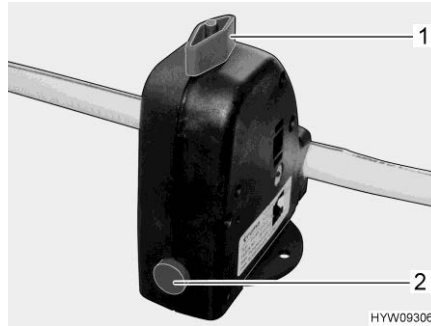

Bild 221 Säkerhets-/avtappningsventil (varmvattenberedare)
Varmvattenberedaren är utrustad med en säkerhets-/avtappningsventil (Bild 221). Säkerhets-/avtappningsventilen gör så att vattnet i varmvattenberedaren inte kallnar när det är frost och värmen inte är påslagen.
- Stäng säkerhets-/avtappningsventilen. Ställ vredet (Bild 221,1) diagonalt mot säkerhets-/avtappningsventilen och tryck in tryckknappen (Bild 221,2).
- Öppna säkerhets-/avtappningsventil. Vrid då vredet (Bild 221,1) mot säkerhets-/avtappningsventilen. Tryckknappen (Bild 221,2) skjuts ut. Nu töms varmvattenberedaren via säkerhets-/avtappningsventilen utomhus.